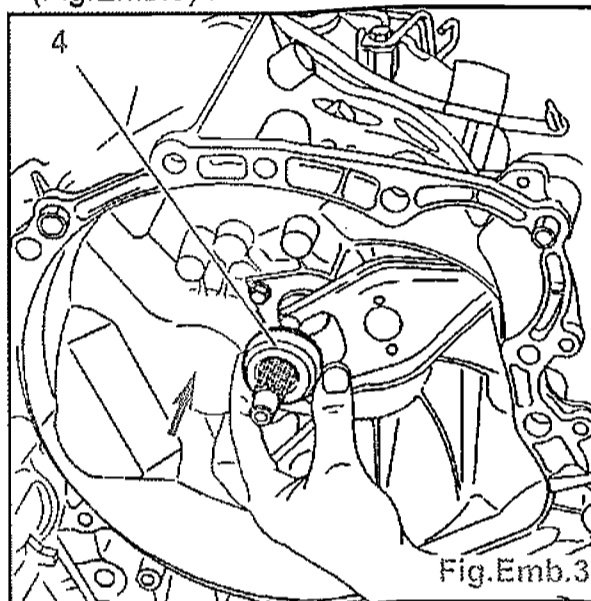

Fig.Emb.3
- Serrer les vis (1).
- Remplacer (sur la boîte de vitesses) (Fig.Emb.3) :